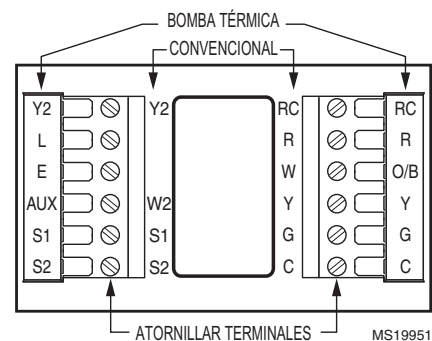

Figura 7. Seleccione las identificaciones de terminales para el tipo de sistema.
1. Seleccione el conjunto de identificaciones de terminales (Tabla 1) que corresponda al tipo de sistema (convencional o bomba térmica, en la figura 7).